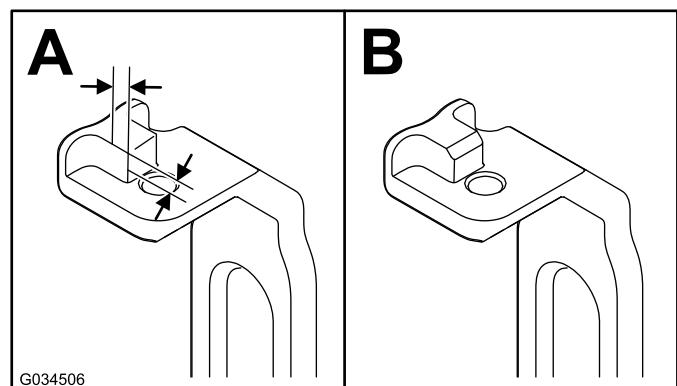
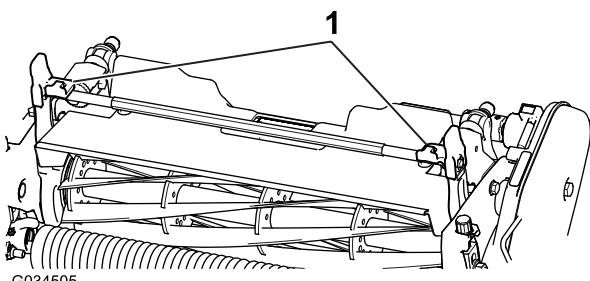

Bild 7
Bild 6
- Messen Sie an beiden Neigungsarmen (Bild 6) 2.3 mm an den Nasen nach innen und fräsen Sie die Ecke ab, wie in Bild 7 abgebildet.